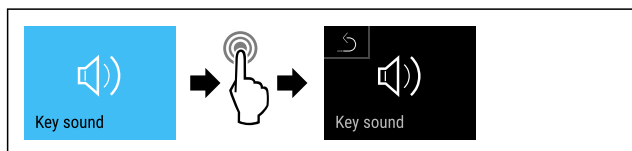

Fig. 95
- ▶ Atlikite veiksmus (žr. Fig. 95) .